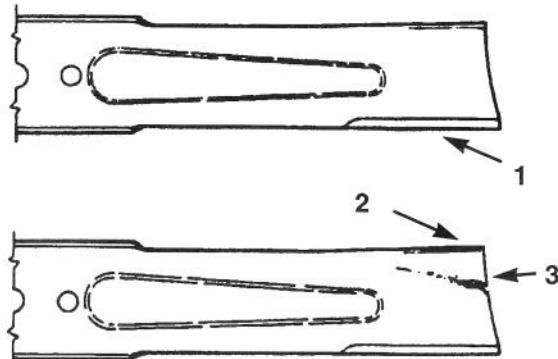

Bild 34
- Die Schnittkanten untersuchen (Bild 34). Wenn die Kanten stumpf geworden sind oder Auskerbungen aufweisen, den/die Messerbalken entfernen und schärfen; siehe *Schärfen des/der Messerbalken(s)*.
- Den/die Messerbalken kontrollieren, besonders den geformten Bereich (Bild 34). Wenn Sie irgendwelche Defekte, Anzeichen von Abnutzung oder Bildung von Langlöchern in diesem Bereich feststellen (Bild 32), sofort einen neuen Messerbalken montieren.